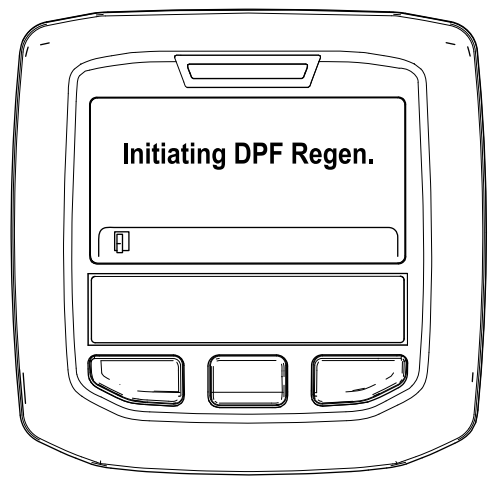

Bild 47
- A. Die Meldung „Initiating DPF Regen.“ wird angezeigt (Bild 47).